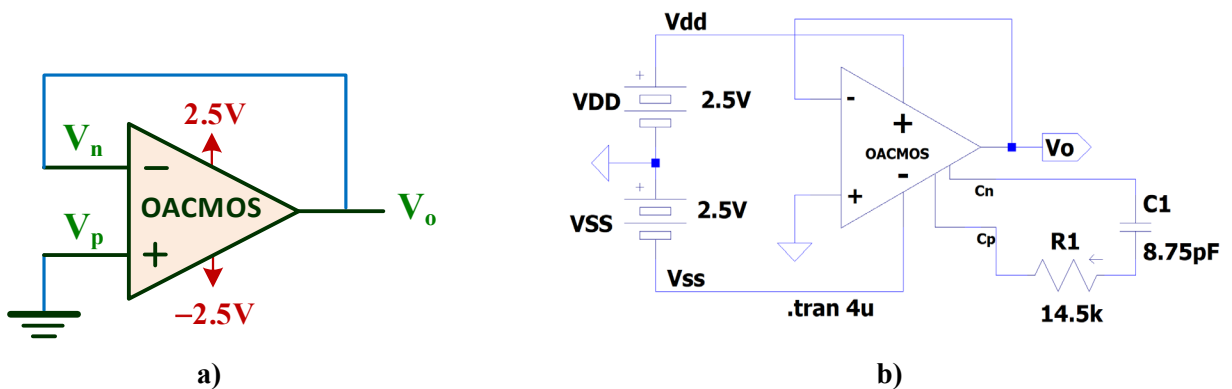

Figura XII.9. Circuito test para comprobar la estabilidad de un OA CMOS compensado: **a)** Esquema; **b)** Esquemático con **LTSpice**.
- G)** Añadir al circuito de la figura X.8.b la red de compensación RC tal como se muestra en la figura XII.9.b. Observar la tensión del nudo de salida V_O .